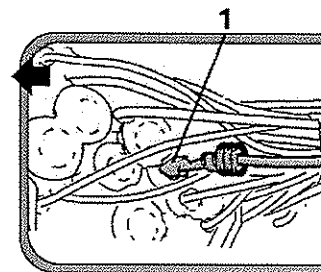

Abbildung 2.
8. Kabel (schwarz/weiß) in Kabelsatzstecker XE1 einbauen (Abbildung 2)